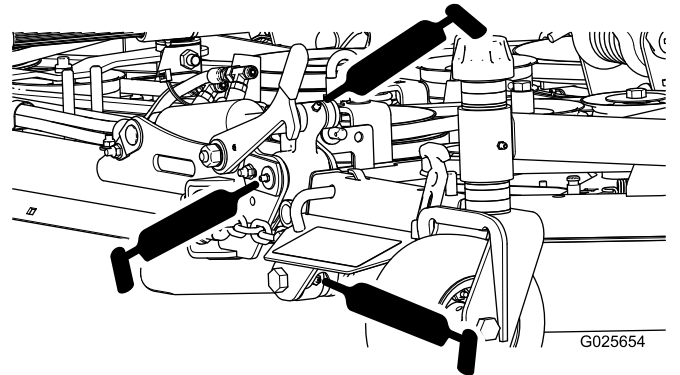

Figura 16
- Bisagras de las carcasas laterales (10) (Figura 16)